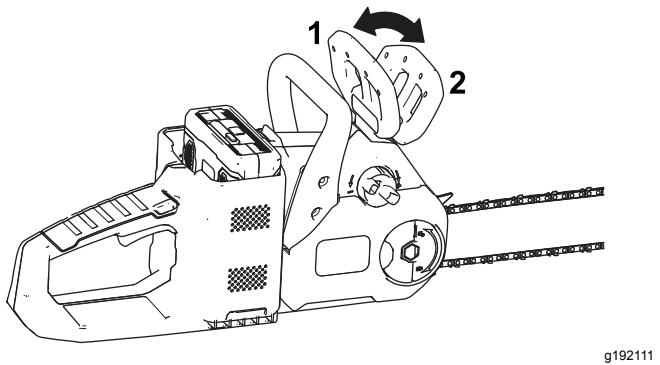

Figura 8
- Asegúrese de que el freno de la cadena esté en la posición de MARCHA (Figura 8).
Cuando no use la sierra o la transporte desde o hacia el área de trabajo, mueva el freno de la cadena a la posición de PARADA (Figura 8).